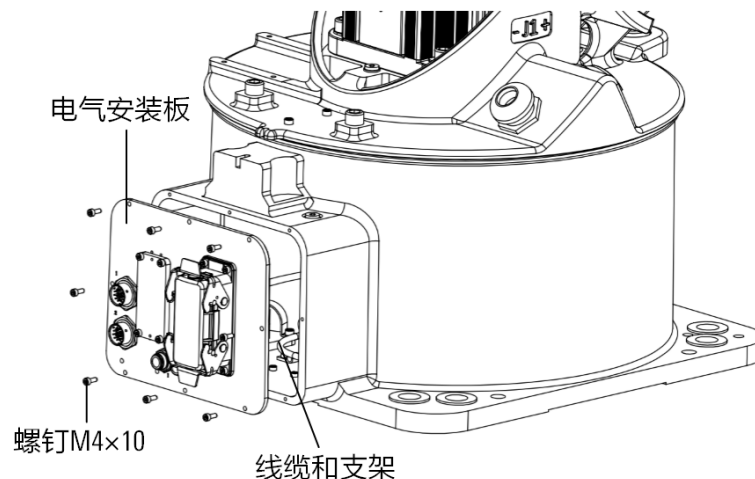

图 12-2 底座内部线缆
- 步骤1. 拆卸电器安装板，如图 12-2 所示，抽出底座内部线缆。安装板，如图 12-2 所示，抽出底座内部线缆。